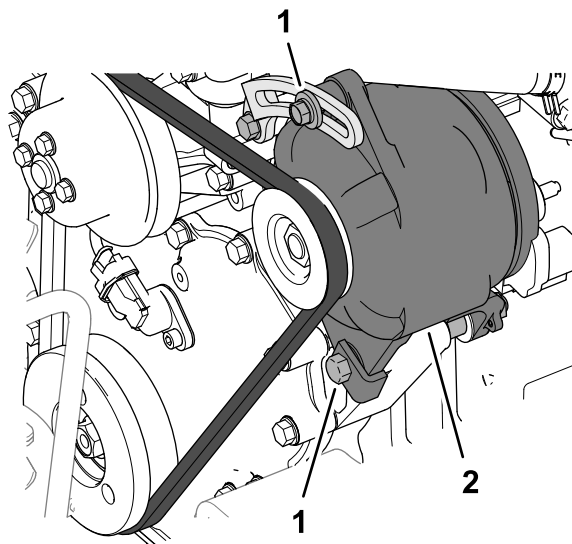

Figure 103
5. Si la flèche est supérieure ou inférieure à 10 mm ($\frac{3}{8}$ po), desserrez les boulons de montage de l'alternateur (Figure 103).